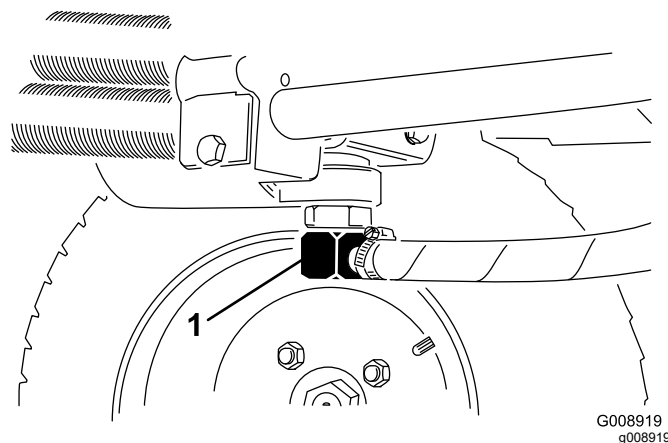
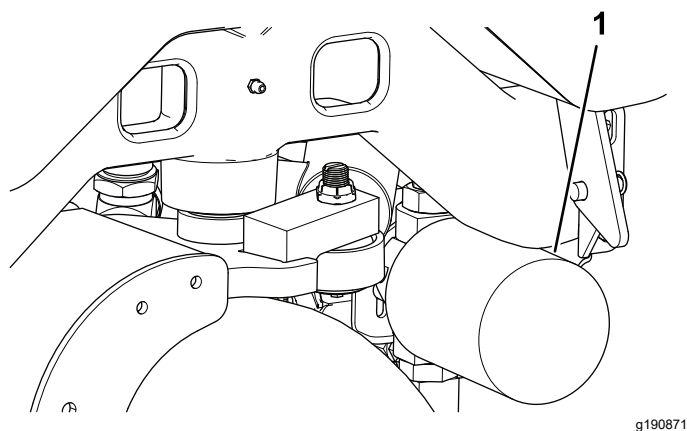

Figura 75
Figura 76
3. Desconecte as linhas hidráulicas (Figura 75) ou retire o filtro hidráulico (Figura 76) e deixe que o fluido hidráulico esorra para dentro de um recipiente de escoamento.
4. Coloque um recipiente de escoamento debaixo do filtro (Figura 76) e retire o filtro.